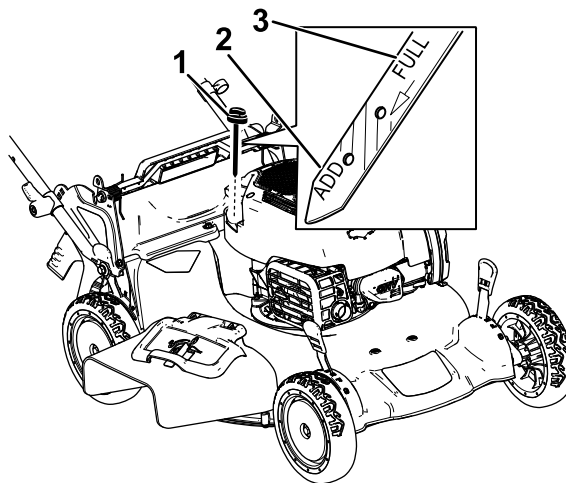

Figure 29
3. Tournez le bouchon dans le sens antihoraire et sortez la jauge (Figure 29).
10. Relevez le niveau d'huile indiqué sur la jauge (Figure 29).